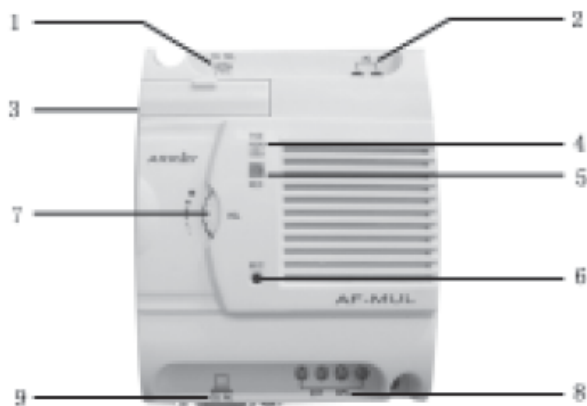

Рис. 6.1 Вид речевого модуля AF-MUL
5. Замкните на одну секунду ключ k3. На AF-MUL загорится индикатор красного цвета, показывающий режим записи (рис. 6.1, поз. 5). Произнесите сообщение: "Пожалуйста, введите пароль" в микрофон MIC (рис.6.1, поз 6).
- 7. Замкните ключ k3 на одну секунду. Зажжется индикатор красного цвета, показывающий режим записи (рис. 6.1, поз. 5).
- 8. Произнесите ваше сообщение: "Пароль правильный. Пожалуйста, введите команду управления" в микрофон MIC (рис.6.1, поз 6).